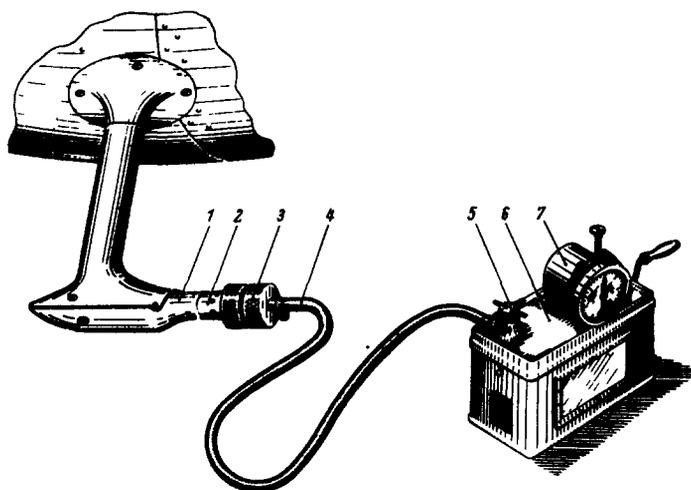

Рис. 93. Схема проверки герметичности системы полного давления ПВД:
— соединить один из штуцеров установки КПУ-3 (6) (рис. 93) при помощи переходника 3 и дюритового шланга 4 с камерой полного давления приемника воздушных давлений. Другой штуцер установки заглушить;